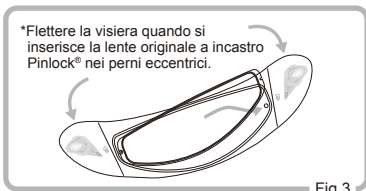

Fig. 3
- 2 Flettere la visiera con attenzione fino a renderla piatta. Quindi, agganciare l'altro lato della lente originale a incastro Pinlock® nei perni eccentrici prima di lasciare attentamente che la visiera torni alla curvatura originale. (Fig. 3, 4, 5)